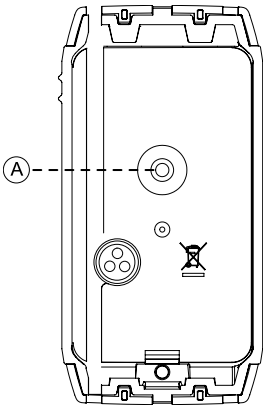
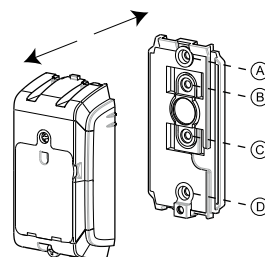
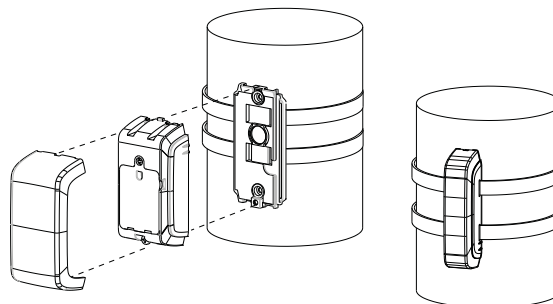

Figura 3: Manipulación (A)
Figura 6: Separación del dispositivo y el soporte
Figura 8: Montaje sobre una superficie curvada
Atención! Ciertos modelos de MC-312 PG2 vienen con un interruptor de manipulación detrás del dispositivo. Véase la figura 3. Asegúrese de que el dispositivo esté firmemente asentado en todo momento dentro del soporte, de modo que la palanca de conmutación presione un segmento especial del soporte de separación que está holgadamente conectado al soporte. Asegúrese de sujetar bien a la pared el segmento de separación del soporte (orificios B y C en la figura 6). Si la unidad del detector se retira por la fuerza de la pared, este segmento se separará del soporte, lo que causará la apertura del interruptor del interruptor de seguridad.
3. Separe el dispositivo del soporte. Véase la figura 6.
Nota: Para un montaje estándar, utilice tanto el orificio superior como el inferior del soporte del dispositivos (A y D en la figura 6). Para una protección contra manipulación, agregue los orificios B y C en la figura 6.
7. Con los dos tornillos que se adjuntan, monte la base del imán en una superficie adyacente y fije el imán a su soporte. Véase la figura 6.
Al montar el dispositivo en una superficie curvada, siga los pasos 1 a 3 en 3.3 *Montaje del MC-312 PG2* y luego inserte las correas a través de las ranuras en los soportes del dispositivo y del imán (véase la figura 8) y sujete ambas correas alrededor de la superficie curvada. Para disponer de la función de manipulación trasera, al taladrar y atornillar en la superficie de montaje, utilice los dos orificios centrales en el soporte del dispositivo. (B y C en la figura 6).